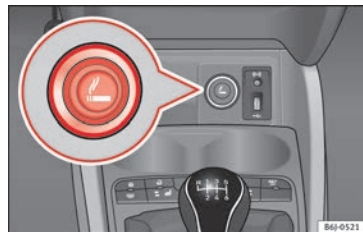

Fig. 153 Encendedor.
- Presione el encendedor » fig. 153 para activarlo » ⚠.